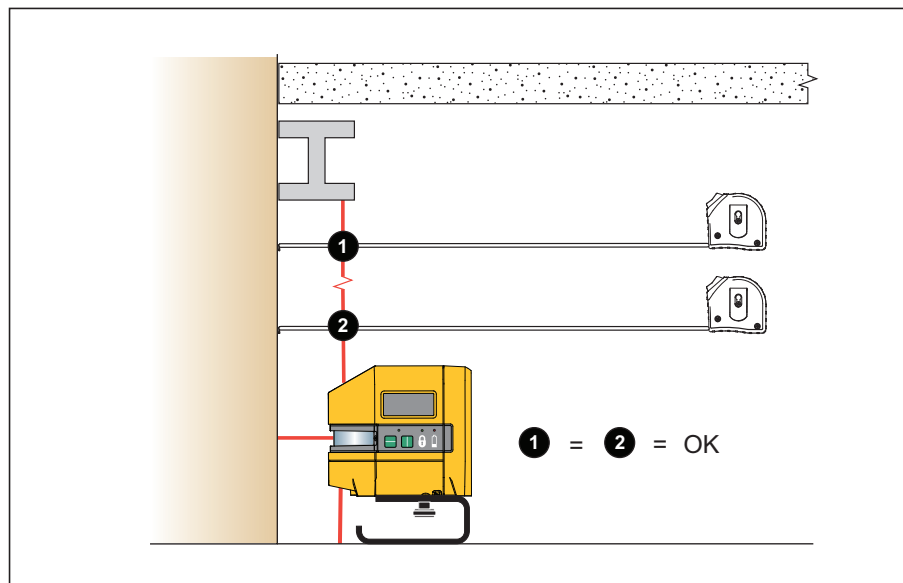

Figure 6. Vérification de l'aplomb de l'élément existant
2. Mesurez la distance entre l'élément et le laser à diverses distances du Produit. Voir la figure 6.